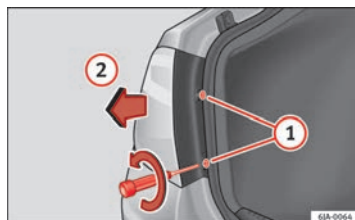

Fig. 156 Desmontar la unidad de luz trasera en la aleta
- Con el destornillador de dotación o una llave Torx 20 (T20) desatornille (girando en sentido antihorario) y retire los dos tornillos de fijación de la zona frontal del piloto ⇒ fig. 156 (1), teniendo precaución de no extraviarlos.
- Tire de la unidad de luz trasera hacia atrás (⇒ fig. 156 (2)) hasta extraer el piloto de su alojamiento. ■